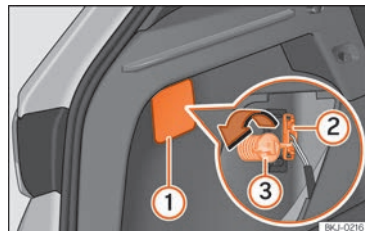
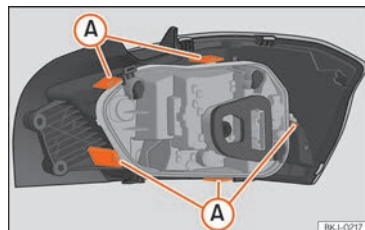

Fig. 163 Portbagaj: accesul la șurubul care fixează ansamblul lămpii spate.
Fig. 164 Clemele de fixare pe partea din spate a lămpii spate.
- Scoateți capacul introducând vârful plat al unei șurubelnițe în orificiul » fig. 163 ①.
- Demontați conectorul becului ②.
- Deșurubați șurubul de fixare a lămpii ③ cu mâna sau cu o șurubelniță.
- Scoateți soclul becului prin deblocarea clemelor de fixare » fig. 164 A.
① INDICAȚIE